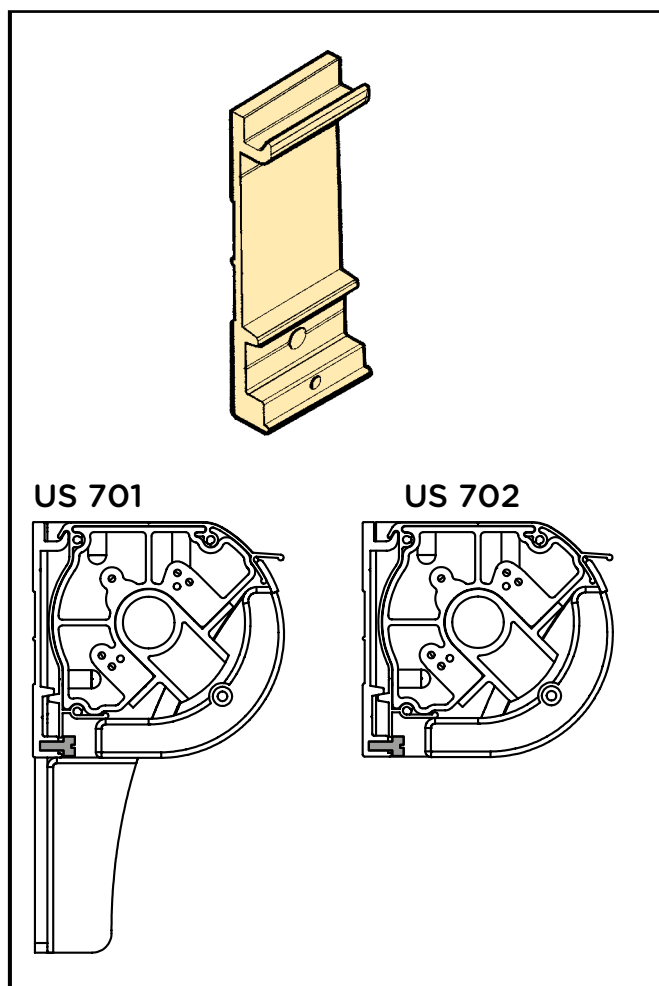

fig. 7 : Etriers muraux
- Le caisson doit être suspendu dans les étriers muraux après leur fixation et maintenu en place au moyen d'un boulon (fig. 7).